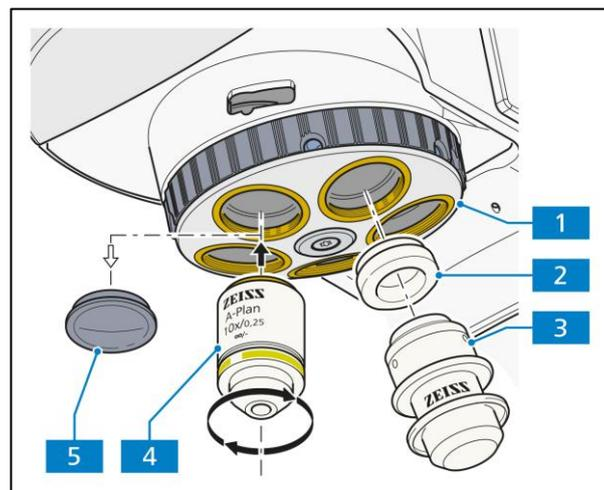

Abb. 3-6 Objektive einschrauben
- Staubschutzkappen (Abb. 3-6/5) aus den entsprechenden Öffnungen am Objektivrevolver entfernen.
- Objektive (Abb. 3-6/4) aus Behälter entnehmen und beginnend mit dem kleinsten Vergrößerungsfaktor (Schaltung im Uhrzeigersinn) in den Objektivrevolver (Abb. 3-6/1) einschrauben.
- Anstatt eines Objektivs kann auch der Objektmarkierer (Abb. 3-6/3) unter Verwendung eines Adapters W0,8/M27 (Abb. 3-6/2) in jede beliebige Position des Objektivrevolvers eingeschraubt werden. Bei längerer Nichtbenutzung des Objektmarkierers Schutzkappe gegen Austrocknung aufsetzen.